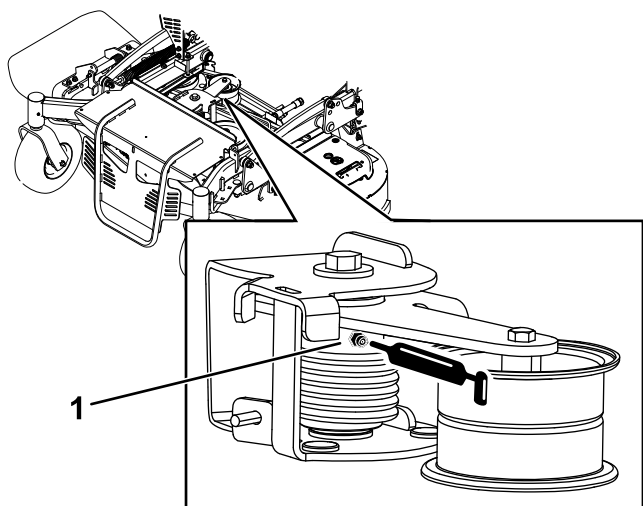

Bild 38
3. Fetten Sie die Drehspanscheibe am Mähwerk mit Hochtemperaturfett am Schmiernippel ein, wie in Bild 38 abgebildet.